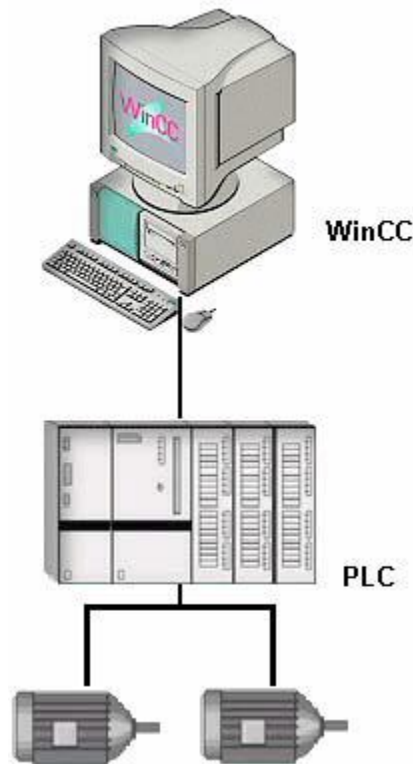

Рисунок 1. Связь между системой автоматизации и WinCC
2. между системой автоматизации и WinCC (рис. 1).
WinCC позволяет создавать очень разнообразные по сложности и возможностям проекты. WinCC поддерживает создание разнообразных систем, от однопользовательских (рис. 1) и систем с архитектурой клиент-сервер (рис. 2) до распределенных резервированных систем с несколькими серверами (рис. 3).